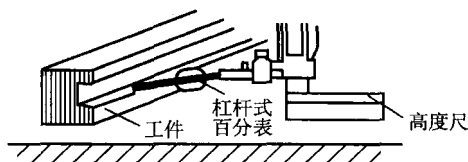

图 1-29 槽内侧的测量
3) 为便于测量小地方及槽的内侧,可将杠杆式百分表安装在高度尺上进行测量,如图1-29所示。